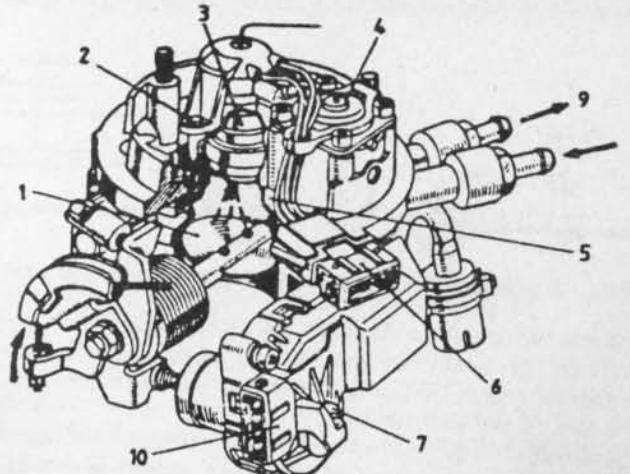

Fig. 3-22.— Unidad central de inyección, sistema monopunto
**Central de inyección.**— Comprende todos los elementos para la inyección de la gasolina a presión. En (1) está la mariposa de aceleración, que opera con la presión del pie del condor. El inyector está en (3) (Fig. 3-22), e inyecta gasolina a presión de 1 bar. al motor en la cantidad precisa regulada por la UEC, de acuerdo a la cantidad de aire, velocidad y temperatura del motor.